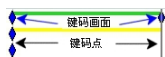

图 8-30 键码画面和键码点
- (1) 键码画面：与装配体零部件运动、视象属性更改等对应的实体。
- (2) 键码点：与装配体零部件、视象属性等对应的实体，如图 8-30 所示。
- (3) 时间线：显示时间和动画事件类型的区域。
- (4) 时间栏：沿时间线定位的实体，指示在动画中查看或编辑的时间。
- (5) 更改栏：连接键码点的水平实体，在生成动画时添加。
- (6) 基于键码画面的动画的基础涉及：沿时间线定位时间栏，以定义要更改的终点的位置。更改可包括装配体零部件的运动、不同的视点及对视象属性的更改。